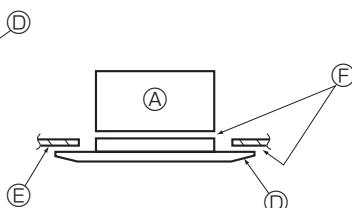

Fig. 5-8
- * Certifique-se de que não existem folgas entre a unidade principal e a grelha ou a grelha e o teto. (Fig. 5-8)